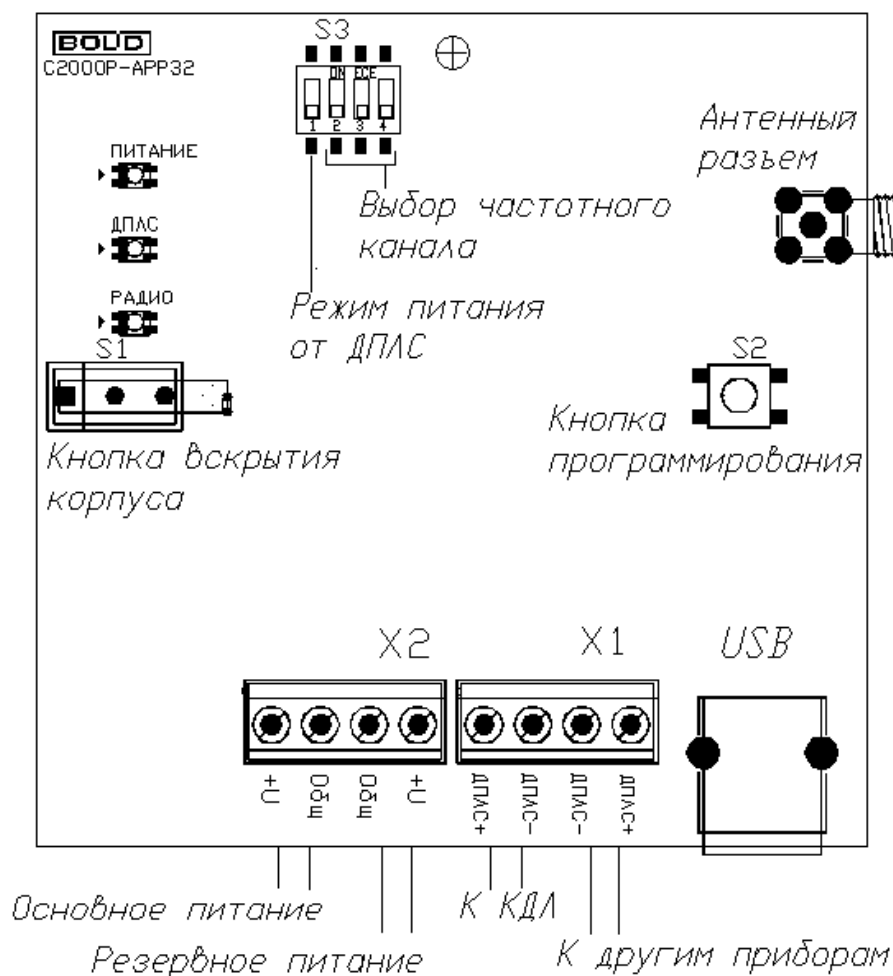

Рисунок 4.1 «С2000P-APP32»
Существует два режима питания APP32, выбор режима осуществляется посредством переключателя S3.1 (см. Рисунок 4.1).
В режиме питания от внешних источников, подключаемых к клеммам X2 (см. Рисунок 4.1), при штатной работе системы отсутствует потребление из сети ДПЛС. В данном режиме APP32 контролирует напряжение внешних источников питания, которое должно находиться в диапазоне от 9 до 28 В.
АРР32 имеет три двухцветных светодиодных индикатора (см. Рисунок 4.1):
2. Подключите антенну, входящую в состав прибора, к антенному РЧ разъему на плате (см. Рисунок 4.1);
Выбор РЧ канала осуществляется вручную посредством переключателей S3.2—S3.4 (см. Рисунок 4.1), либо в автоматическом режиме. После выбора канала APP32 и все подключённые к нему РУ переходят на выбранный канал в течение 90 с.
Процедура запускается посредством комбинации нажатий кнопки программирования **S2** (см. Рисунок 4.1) «**двойное короткое – длинное**». Процедура анализа занимает 4 минуты, при этом подаётся световая индикация: «Питание» и «ДПЛС» выключены, «Радио» поочерёдно мигает зелёным и жёлтым с частотой 4 раза в секунду.
- Установите переключатели S3.2, S3.3 и S3.4 (см. Рисунок 4.1) в положение «On».